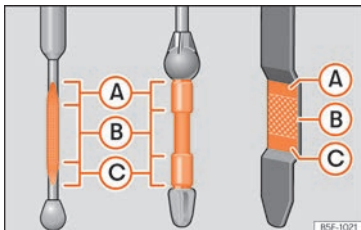

Fig. 270 Vareta de medição do nível de óleo.
- Em seguida, retire-a novamente e verifique o nível do óleo » » » **Fig. 270**. Caso seja necessário, reponha óleo do motor.
- Quando o nível de óleo atingir pelo menos a zona »» Fig. 270 (B), enrosque a tampa do bocal de enchimento com cuidado »» !.
Se o nível do óleo se encontrar por cima da zona »» Fig. 270 (A), não ponha o motor em funcionamento. Pode causar danos no mo-
O nível do óleo não pode ultrapassar, em caso algum, a zona »» Fig. 270 (A). Caso contrário, poderia ser aspirado óleo pela ventilação do cárter da cambota e chegar à atmosfera através do sistema de escape.